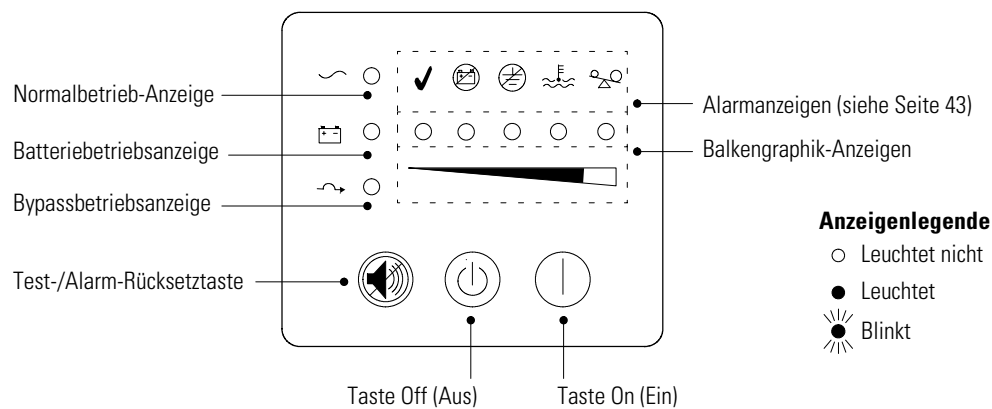

Abbildung 15. Frontplatte der USV
12. Die Taste On | (Ein) drücken (siehe Abbildung 15 auf Seite 19). Die \sim Anzeige hört auf zu blinken, und die Balkengraphik-Anzeigen geben den Prozentsatz der Last an der USV an.
Nach dem Anschließen der USV an eine Netzsteckdose führt sie eine Eigenprüfung durch, dann geht sie in den Bereitschaftsbetrieb. Zum Einschalten der USV die Taste On | (Ein) an der Frontplatte drücken (siehe Abbildung 15 auf Seite 19). Die \sim Anzeige leuchtet, und die Balkengraphik-Anzeigen geben den Prozentsatz der Last an der USV an.
Die Frontplatte von Powerware 9125 zeigt den Status der USV durch die USV-Anzeigen an. Abbildung 15 zeigt die Anzeigeleuchten und Bedienelemente an der Frontplatte der USV.